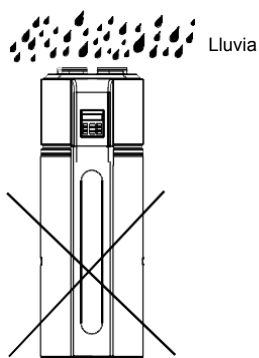

Fig.3-6
- En el caso de que la lluvia alcance componentes internos de la unidad principal, éstos pueden quedar dañados o suponer un peligro para la integridad física. (Fig.3-6)